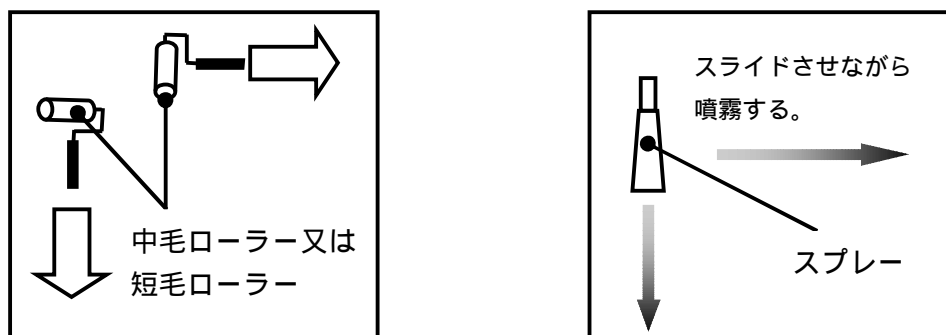

図1
- ・塗膜に転写液JT-180をローラー又はスプレーで塗布してください(図1)。